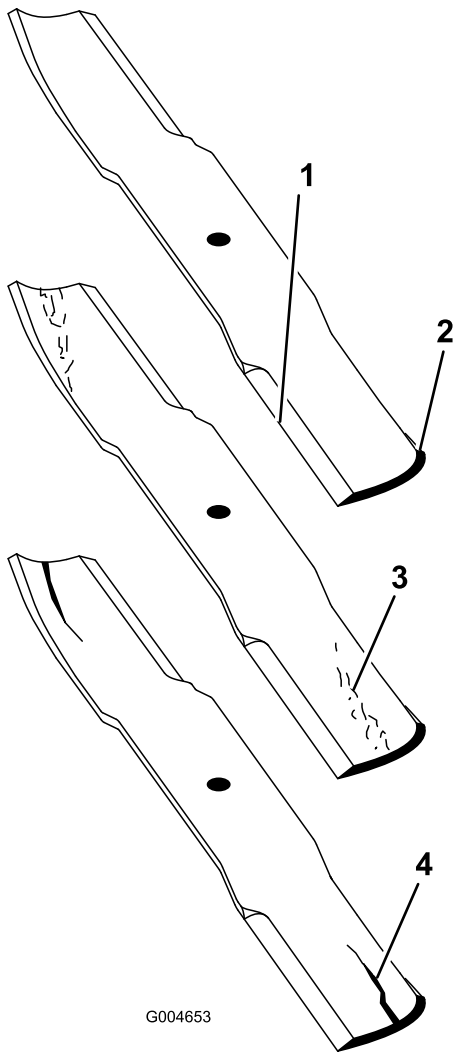

Figura 86
2. Examine cuidadosamente los extremos de corte de la cuchilla, sobre todo en el punto de reunión entre la parte plana y la parte curva de la cuchilla (Figura 86).
Nota: Puesto que la arena y cualquier material abrasivo pueden desgastar el metal que conecta las partes curva y plana de la cuchilla, compruebe la cuchilla antes de utilizar el cortacésped. Si la cuchilla está desgastada (Figura 86), cámbiela.